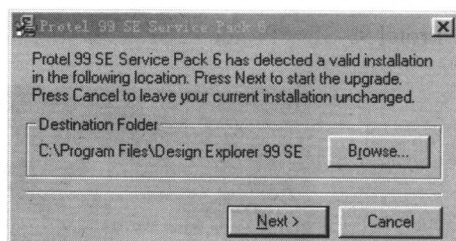

图 1-11 选择安装 Protel 99 SE Service Pack6 的目标路径对话框
(10) 单击“I accept the terms of the License Agreement and wish to CONTINUE”选项，将出现选择安装目标路径对话框，如图 1-11 所示。